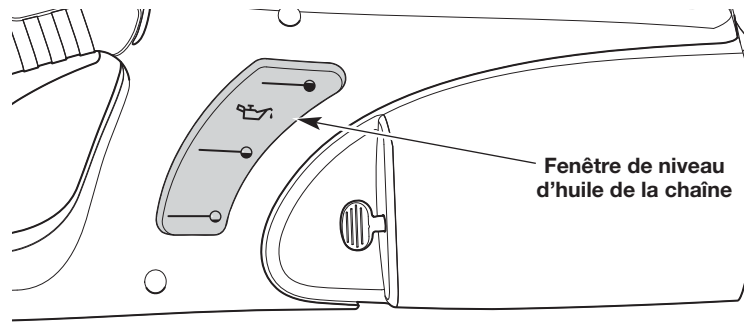

Fig. 20
2. Regarder dans la fenêtre de niveau d'huile de la chaîne, utiliser une lampe de poche si nécessaire. Le niveau d'huile doit remplir la fenêtre au moins à mi-chemin (Fig. 20). Si le niveau d'huile est trop bas, ajouter de l'huile à guide et chaîne. Se reporter à la section *Remplissage du réservoir d'huile de la chaîne*.